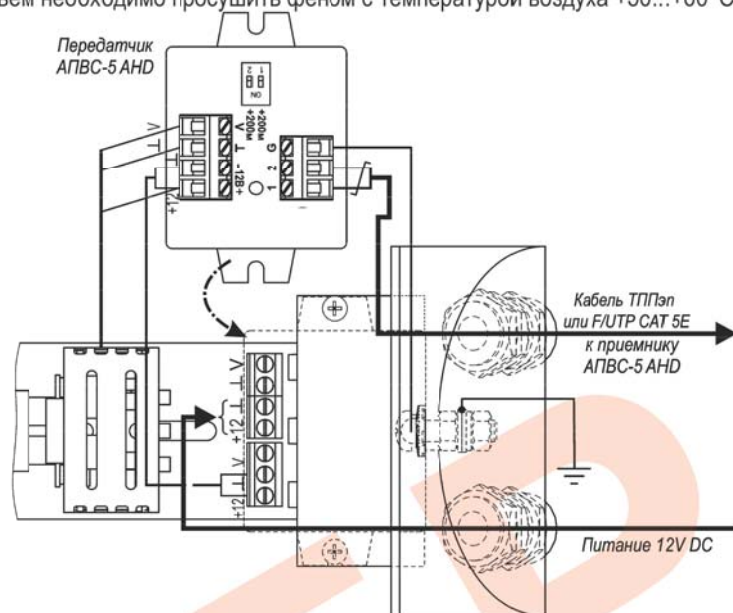
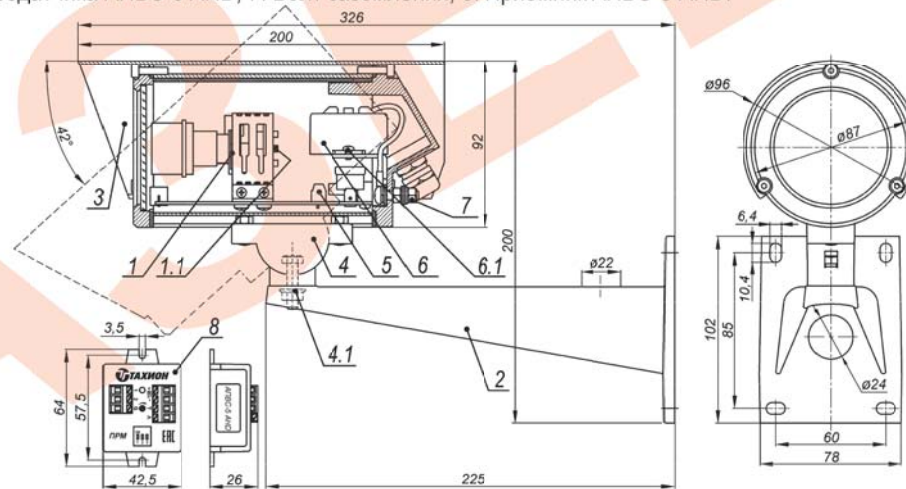

Рис.2 Подключение изделия
Рис.1 Состав изделия. Габаритные и установочные размеры
9. Ослабив болт (поз.4.1 рис.1) фиксации шарнира (поз.4 рис.1), установить видеокамеру на нужное направление обзора, после чего надёжно зафиксировать шарнир, затянув болт.
1. Установить кронштейн (поз.2 рис.1) на штатное место, закрепить на нём термокожух с видеокамерой (поз.1 рис.1).
2. Открутить 3 винта крепления задней крышки и выдвинуть модуль видеокамеры. Ввести через гермовводы внешние кабели. Снять передатчик АПВС-5 АНД (поз.6 рис.1), выкрутив два винта крепления передатчика (поз.6.1 рис.1). Кабель питания подключить к плате коммутации к клеммнику «+ 12В ⊥», соблюдая полярность (рис.2). Заземлить видеокамеру с помощью болта заземления (поз.7 рис.1). Кабель ТППЭп или F/UTP CAT 5E подключить к клеммам «1», «2» передатчика и приемника АПВС-5 АНД (рис.2). Если не требуется переключение режима видеостандарта, установить передатчик на штатное место.
3. Подключить приёмник АПВС-5 АНД (поз.8 рис.1):
5. При необходимости переключить режим видеостандарта с помощью кнопок, установленных на задней плате видеокамеры (поз.1.1 рис.1): «LEFT» – CVBS (NTSC, PAL), «UP» - АНД. При нажатии удерживать 3 секунды.